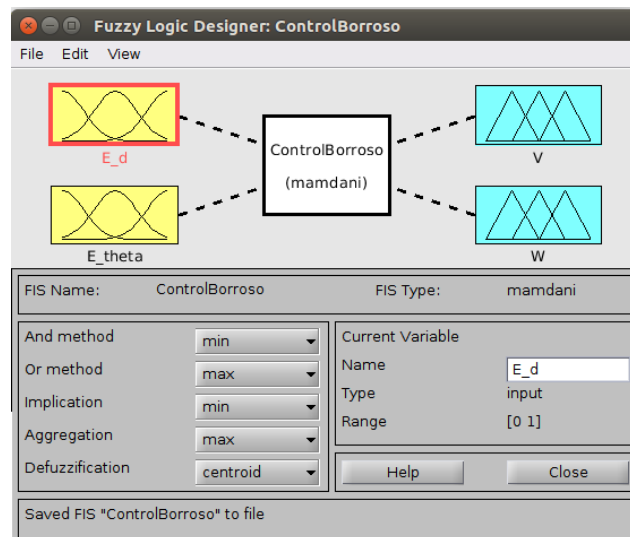

Figura 5. Entradas y salidas.
- i. Cree un sistema borroso con dos entradas y dos salidas mediante el menú “Edit/Add Variable/input” y “Edit/Add Variable/output”. Nombre las entradas como “E\_d” y “E\_theta” y las salidas como “V” y “W” tal y como se muestra en la Figura 5.